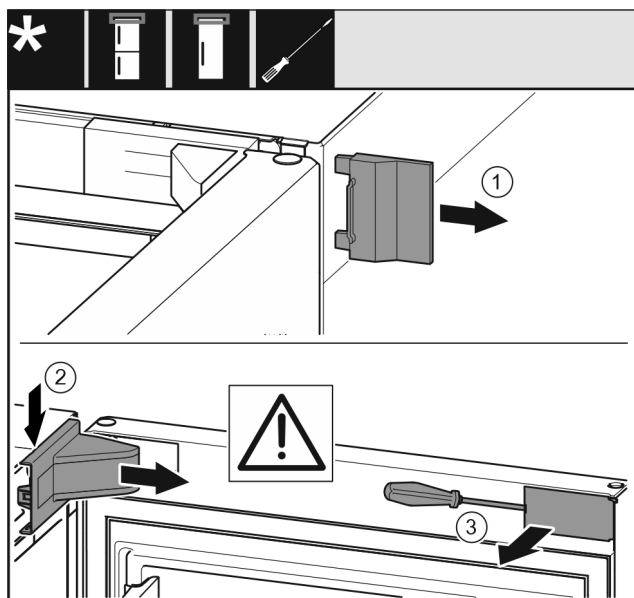

Fig. 8
► Sejměte vnější kryt Fig. 8 (1).
► Kryt stojanu ložiska Fig. 8 (2) uvolněte ze západek a vyjměte.
► Plochým šroubovákem vyjměte záslepku Fig. 8 (3) a otočte ji ke straně.